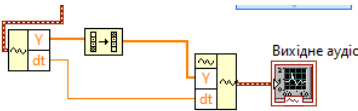

Рис.10.4. Підключення блоку
11. Видалити блок reciprocal та індикатор, на його місце встановити блок Build Waveform, розтягти його вниз на +1 рядок. Змінити на dt, як це робили в п.8. Схема підключення зображена на рис.10.4
12. Назву блоку Waveform змінити на «Вхідне аудіо». Скопіювати даний блок, та підключити рис.10.4 та назвати скопійований блок «Вихідне аудіо». Запустити та зафіксувати зміни, якщо все виконано вірно то в графіках буде відображено обернене аудіо.